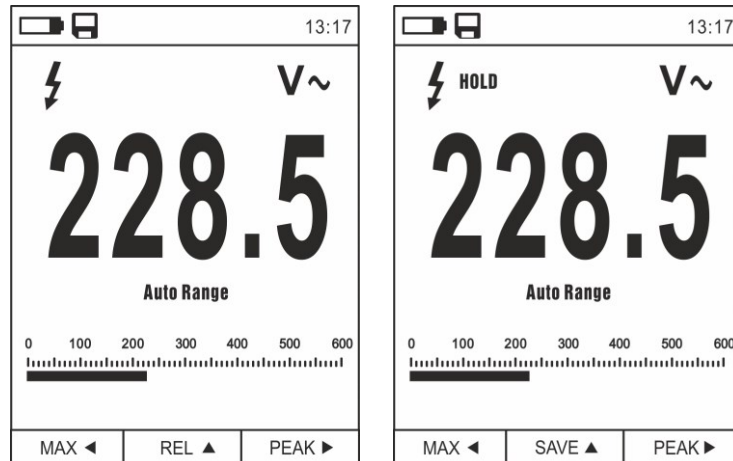

Abb. 7: Speicherung eines im Display eingefrorenen Wertes
1. Drücken Sie die Taste **HOLD/ESC**, um das Ergebnis im Display einzufrieren. Die Meldung "HOLD" erscheint im Display (siehe Abb. 7).